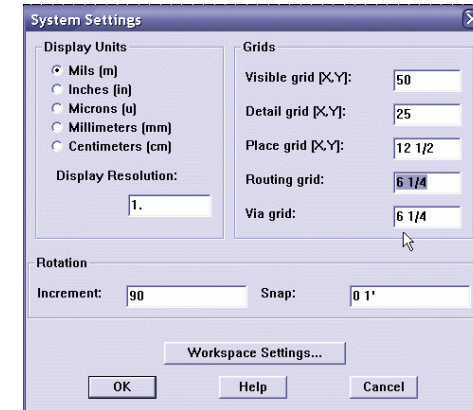

рис. 6-1
**Второе:** определим сетки маршрутизации и vias. Для этого вызовите окно System Settings и установите значения **Routing grid** и **Via grid** равными 6.25 милей (рис. 6-1).